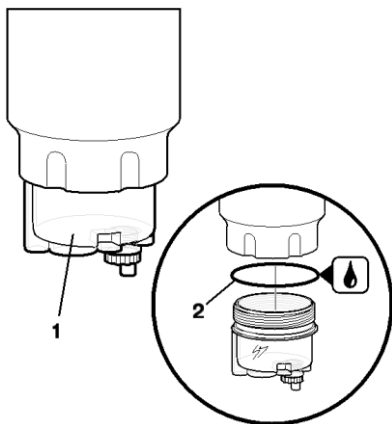

Рисунок 42 - Замена водосборника:
3. Отвернуть водосборник 1 (рисунок 42) с помощью специального ключа, при этом необходимо удерживать сменный фильтр, чтобы он не отвернулся.